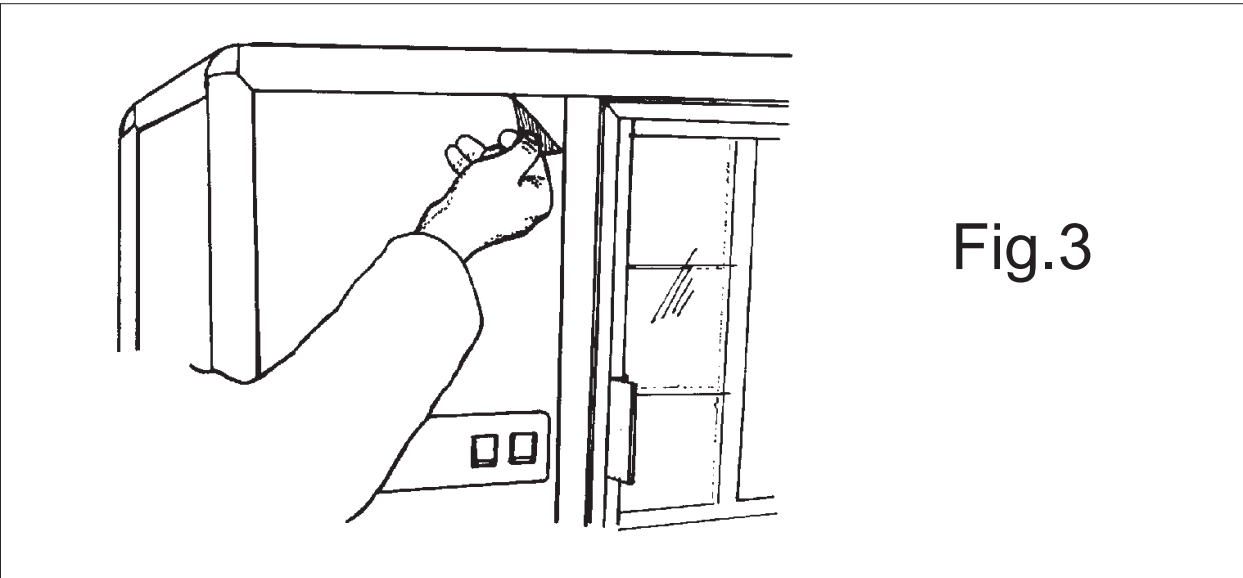

Fig.3
1. Usare gli stessi prodotti utilizzati per la pulizia dell'interno. **2.** Rimuovere la pellicola di protezione dall'acciaio delle griglie (vedi Fig.3).